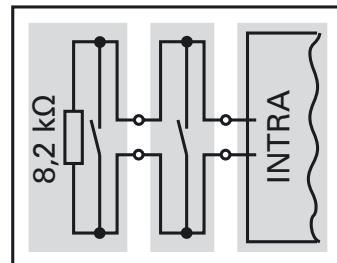

Abb. 10
- mehrere Schalteleisten am gleichen Eingang müssen in Serie geschaltet werden (Abb.10)
- Die letzte Schalteleiste muss mit 8,2 kOhm abgeschlossen werden (Abb.10)